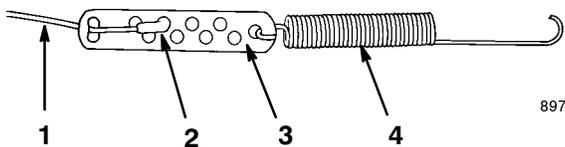

Figure 13
- C. Décrochez le raccord en Z du dispositif de réglage du câble (Fig. 13) et replacez-le dans le trou supérieur ou inférieur du dispositif de réglage de manière à obtenir l'écartement voulu de 1,6 et 3,2 mm entre le support de la barre de commande et le manchon (Fig.4).
- C. Décrochez le raccord en Z du dispositif de réglage du câble (Fig. 13) et replacez-le dans le trou supérieur ou inférieur du dispositif de réglage de manière à obtenir l'écartement voulu de 1,6 et 3,2 mm entre le support de la barre de commande et le manchon (Fig.5).